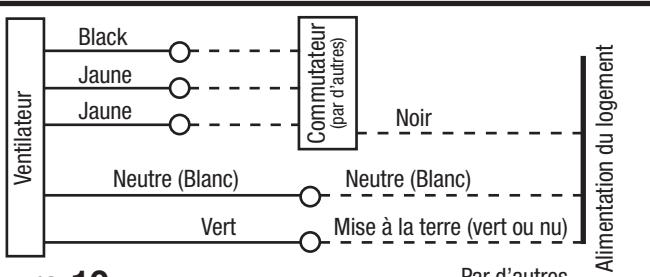

Figure 10
3. **Ventilation intermittente:** Pour les ventilateurs à deux vitesses, raccordés pour une ventilation intermittente avec un interrupteur à bascule duplex standard (comme Leviton 5224 -2W non inclus). Connectez le fil blanc du ventilateur au fil blanc (neutre) de la source d'alimentation. Connectez le fil de terre du ventilateur au fil de terre de la source d'alimentation. Mettez à terre les interrupteurs correctement. Connectez le fil noir de la source d'alimentation à un côté de l'interrupteur. Connectez le fil noir du ventilateur à l'autre côté de l'interrupteur. Connectez 1 fil jaune du ventilateur à chaque côté de l'interrupteur. Le commutateur avec les connexions noires met le ventilateur en marche et arrêt. Le commutateur avec les connexions jaunes change la vitesse entre haute et basse (**Figure 10**).